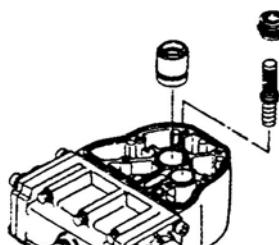

Fig. 6.2
- Het ventiel en de zitting verwijderen. [Fig. 6.2]